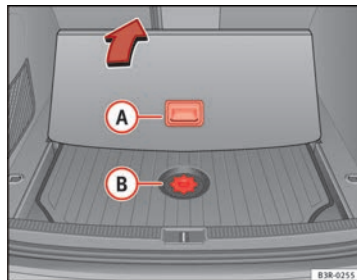

Fig. 192 Acceso a la caja de herramientas y gato
- Eche hacia atrás la cubierta de la superficie de carga agarrándola por el asidero (A) ⇒ fig. 192.
- Desenrosque el tornillo de fijación de la cubierta (B) ⇒ fig. 192.